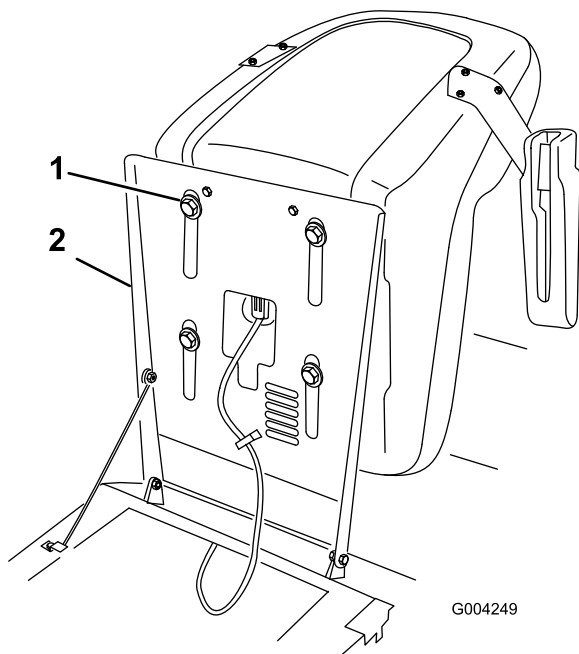

Figura 18
1. Suba el asiento y afloje los pernos de ajuste (Figura 18).